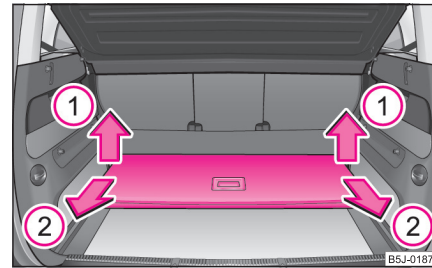

Abb. 5 Gepäckraum: variablen Ladeboden herausnehmen
- Heben Sie den Ladeboden in Pfeilrichtung **(1)** an ⇒ Seite 2, Abb. 5 und nehmen Sie den Ladeboden durch Ziehen in Pfeilrichtung **(2)** heraus ⇒ Seite 2, Abb. 5.